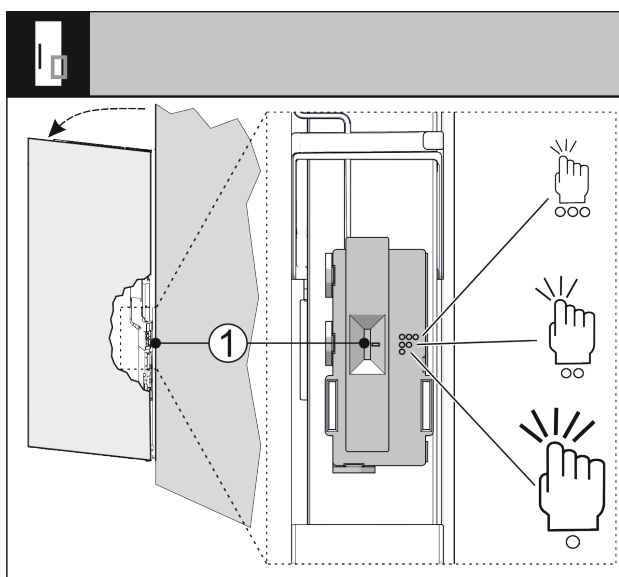

Fig. 71
Czułość czujnika pukania można ustawić przy pomocy przetącnika Fig. 71 (1). Przetącnik znajduje się po stronie zawiasów, w dolnej trzeciej części drzwi.
- ▶ Przetącnik Fig. 71 (1) ustawić w wybranej pozycji przetącania.